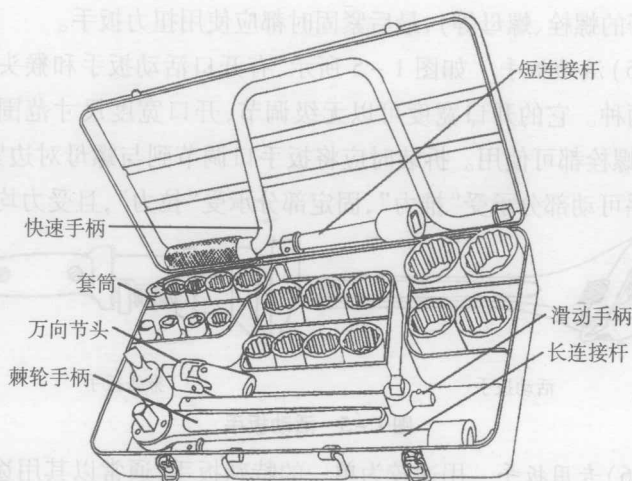

图 1-3 套筒扳手
(3) 套筒扳手 如图 1-3 所示。它有一套尺寸不同的套筒和一根弓形的快速手柄、万向节、棘轮手柄、长连杆和套筒手柄等组成。套筒扳手用于开口扳手或梅花扳手不便于拆卸的螺母、螺栓,